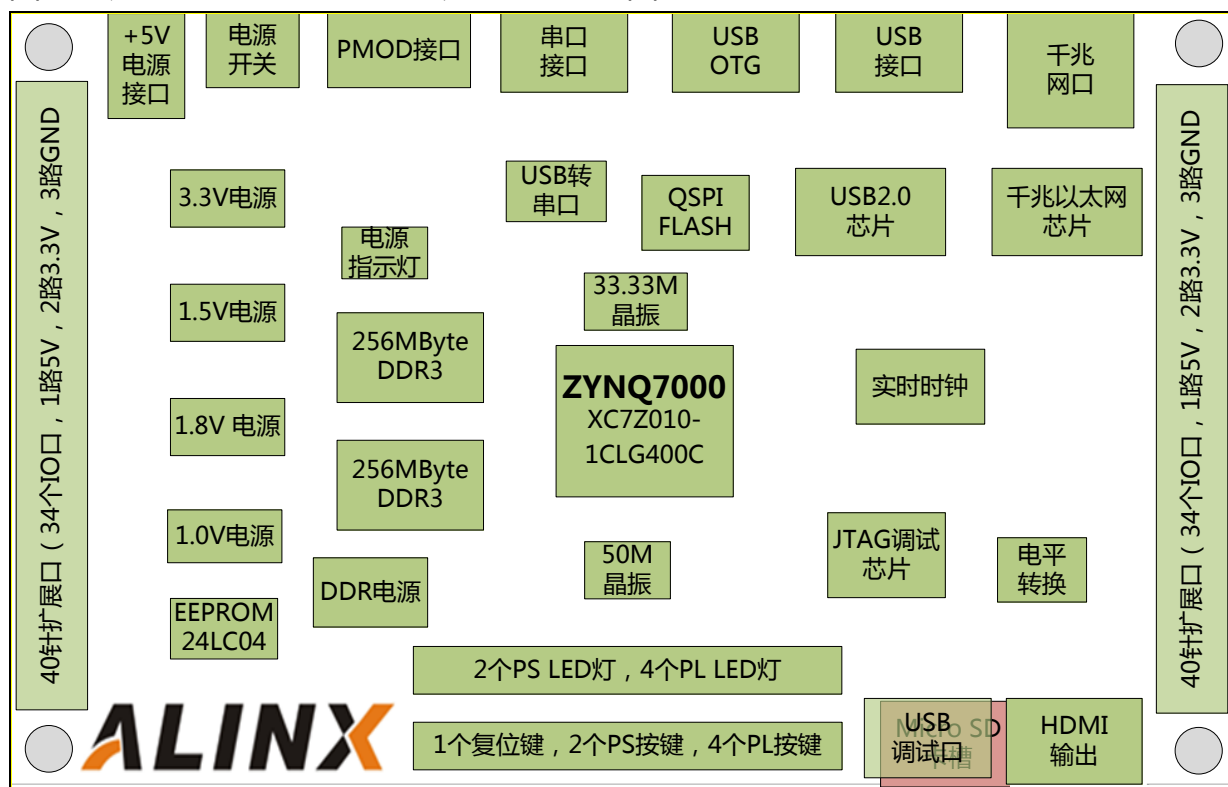

图 1-2 AX7010 结构示意图
此款开发板使用的是 Xilinx 公司的 Zynq7000 系列的芯片 型号为 XC7Z010-1CLG400C，400 个引脚的 FBGA 封装。ZYNQ7000 芯片可分成处理器系统部分 Processor System (PS) 和可编程逻辑部分 Programmable Logic (PL)。在 AX7010 开发板上，ZYNQ7000 的 PS 部分和 PL 部分都搭载了丰富的外部接口和设备，方便用户的使用和功能验证。另外开发板上集成了 Xilinx USB Cable 下载器电路，用户只要用一个 USB 线就可以对开发板进行下载和调试。图 1-2 为整个 AX7010 整个系统的结构示意图：